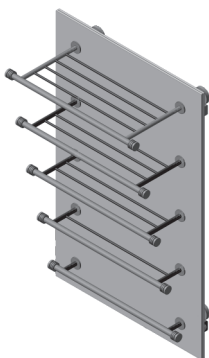

Рис. 1
1.5. Конструктивно РЭБ изготавливается в одном типоразмере 800x500 с различным количеством и вариантами размещения фурнитуры (рис. 1, 2, 3, 4).